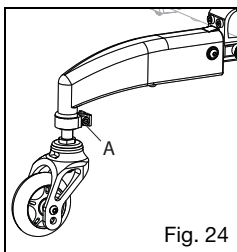

Fig. 24
1. Afloje el perno de 6 mm en el anillo de sujeción (Fig. 24:A).
3. Vuelva a apretar el perno de 6 mm en el anillo de sujeción (Fig. 24:A).